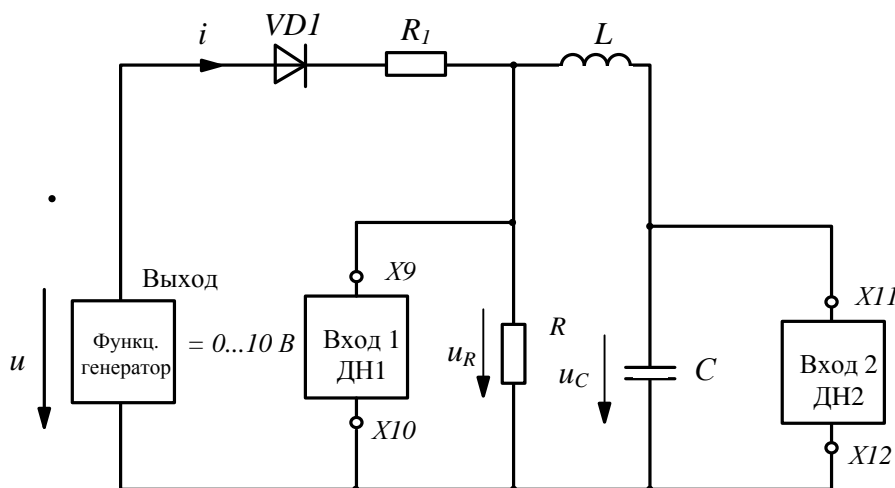

Рис. 1П
- Собрать электрическую цепь по схеме, показанной на рис. 1П протокола измерений. Конденсатор  $C$  и индуктивность  $L$  взять из блоков **МОДУЛЬ РЕАКТИВНЫХ ЭЛЕМЕНТОВ**, резисторы  $R, R_I$  – из блока **МОДУЛЬ РЕЗИСТОРОВ**, диод VD1 – из блока **НЕЛИНЕЙНЫЕ ЭЛЕМЕНТЫ**.
Схема исследуемой цепи представлена на рис. 1П.